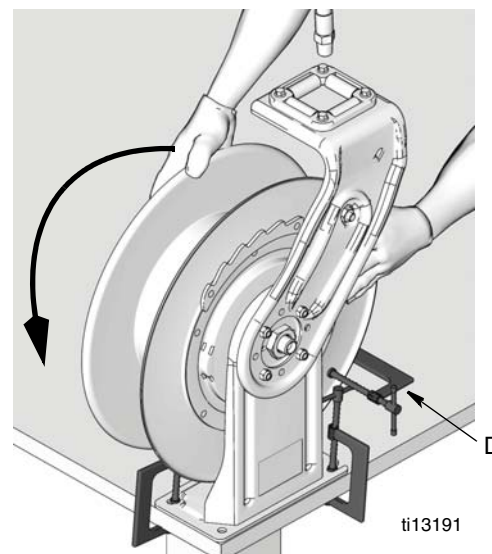

Рис. 11
2. Перед установкой шланга прикрепите к щеке барабана зажимную скобу (D, Рис. 11) во избежание произвольной расфиксации и свободного вращения барабана.
4. Надев плотные перчатки, крепко возьмитесь за наружный край щеки барабана обеими руками. Прокрутите барабан, сделав требуемое количество оборотов (см. справочную таблицу после шага 1), поворачивая в направлении, указанном на Рис. 11.
8. Присоедините конец шланга (B) к шарнирному соединению шлангового барабана (A). Затем осторожно снимите зажимную скобу (D) (Рис. 11).